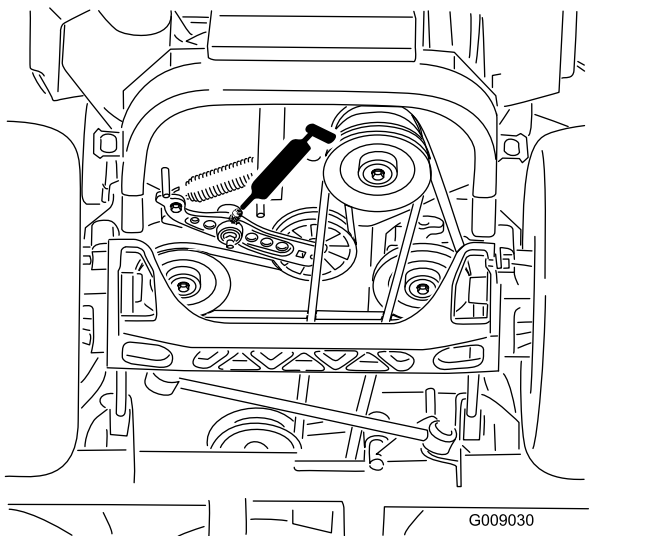

Figure 38
5. Graissez le bras de tension de la courroie d'entraînement (Figure 38).